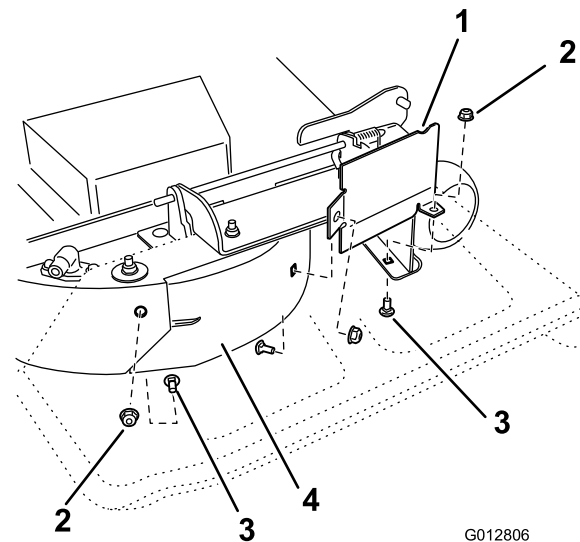

Figura 30
8. Rimuovete il bullone a testa tonda (5/16" x 3/4") e il dado di bloccaggio (5/16") che fissano il deflettore al lato posteriore del piatto di taglio (Figura 30).
9. Localizzate la protezione del deflettore davanti all'apertura di scarico laterale. Rimuovete gli elementi di fissaggio che assicurano la protezione del deflettore e il deflettore destro al piatto di taglio come illustrato nella Figura 30. Rimuovete la protezione del deflettore e conservate gli elementi di fissaggio.